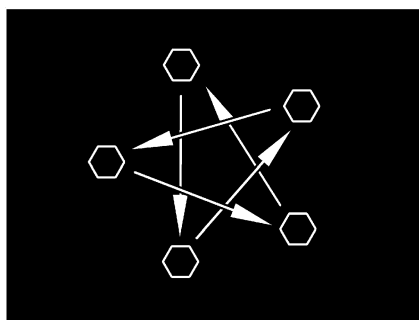

Fig. 181 Serrer en croix les écrous ou les boulons de roue
- Vérifier régulièrement le serrage des écrous ou des boulons de roues. Resserrer alternativement et en croix (Fig. 181) tous les écrous ou les boulons de roue 50 km après le changement d'une roue. Couple de serrage, voir paragraphe 14.5.2.
- ▷ Serrer en croix les écrous ou les boulons de roue (Fig. 181).